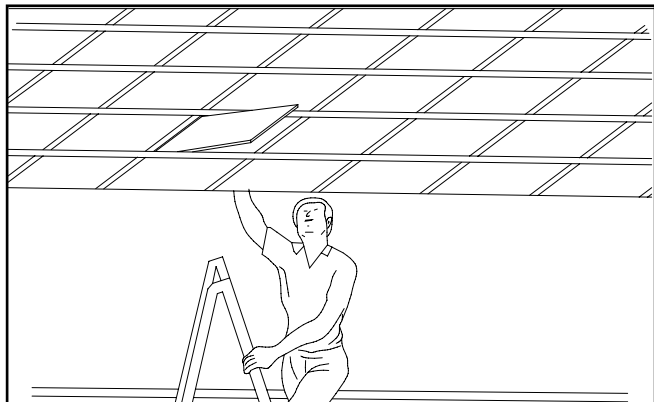

Figure 1.
2. Déterminez l'endroit où l'éclairage doit être installé et poussez le plafond pour l'ouvrir. Ne jetez pas les carreaux de plafond. Voir la figure 1.